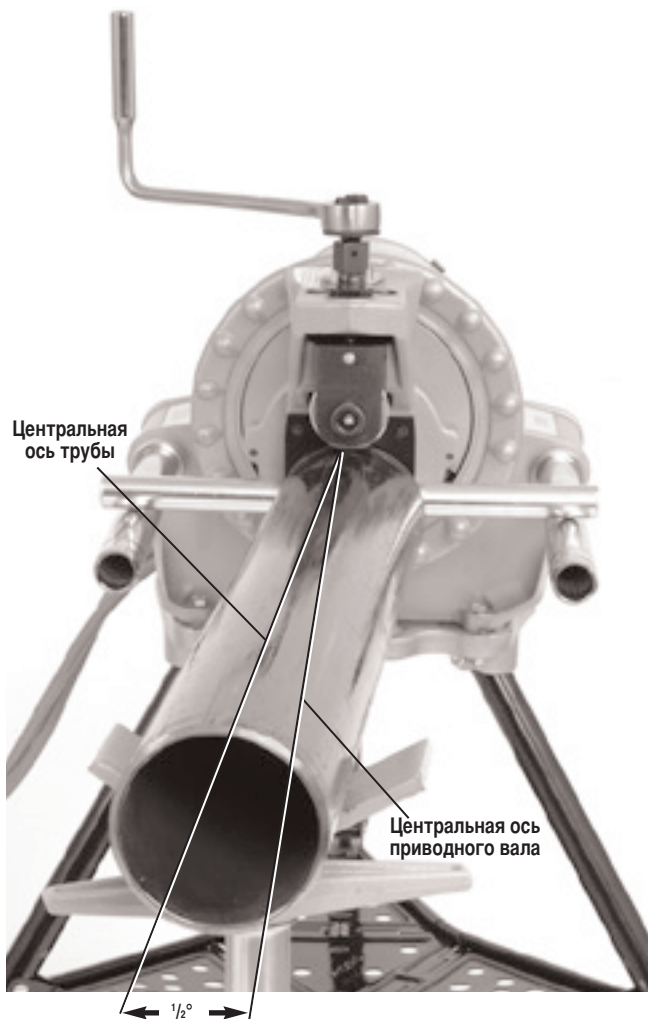

Рисунок 9 – Сдвиг трубы на 1/2° в сторону оператора (с преувеличением)
7. Немного сдвиньте трубу и опоры, приблизительно на 1/2 градуса (около 2,5 см на расстоянии 3 м от машины) в сторону оператора. Правильное расположение трубы и устройства для накатки желобков помогает обеспечить правильную подачу трубы при выполнении накатки. (См. Рис. 9).
- Немного сдвиньте трубу в сторону оператора (сдвиг в пределах от ½ градуса до 1 градуса) (См. рис. 9).